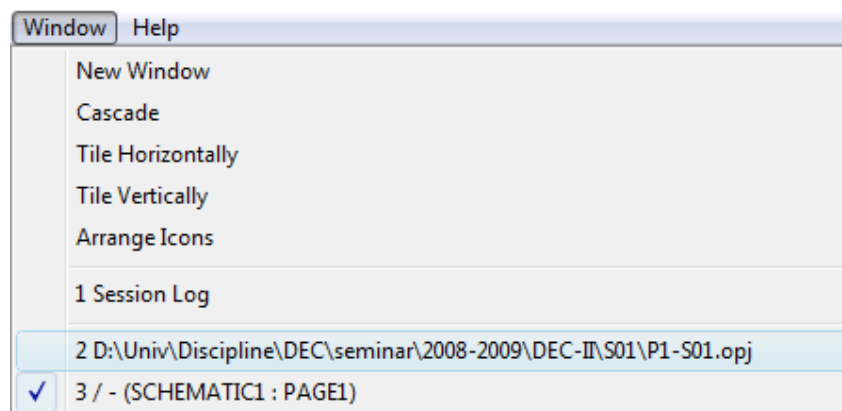

Fig. 7.
- Din meniul **Window** se alege numele proiectului (fig. 7):